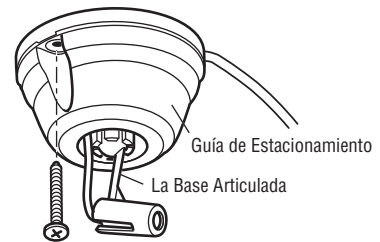

Figura 2
**Para instalar una guía de estacionamiento:** Empalme los cables del mismo color de la guía y de los sensores de seguridad e introduzca el empalme en los conectores rápidos, blanco a blanco y blanco/negro a gris (Figura 2).\*